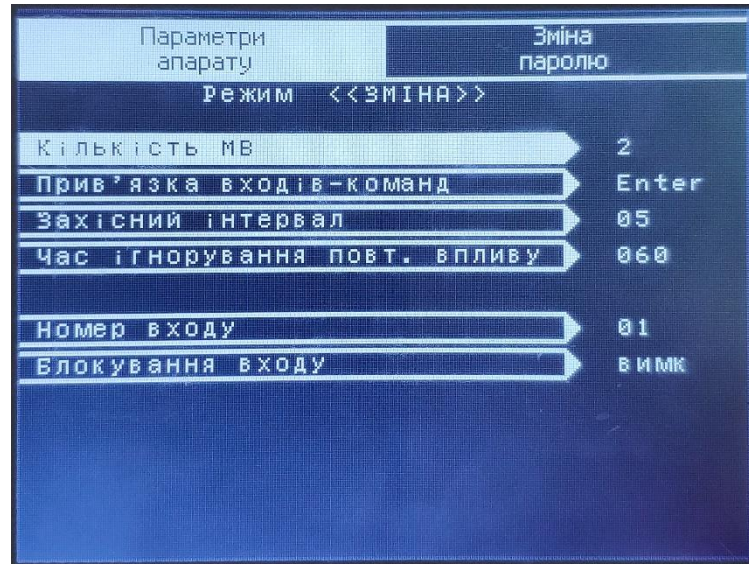

Рисунок 8 – Підрозділ «Конфігурація МВ»
2.1.2. «Конфігурація МВ» - підрозділ налаштувань модулів дискретних входів (див. рисунок 8).